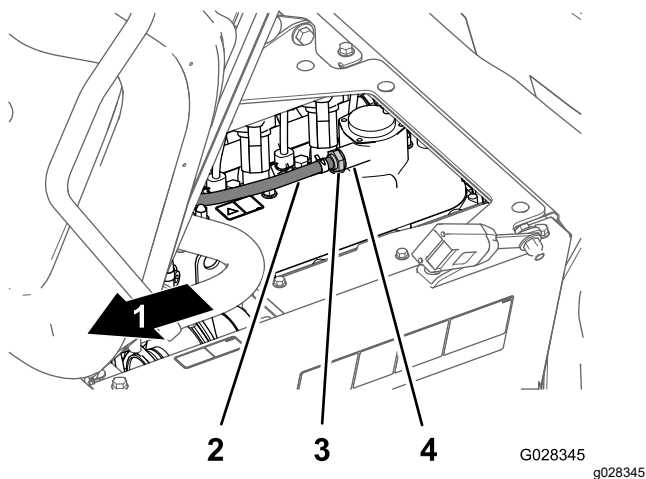

Figura 81
2. Retire a válvula PCV do encaixe da cobertura da válvula (Figura 81).
**Nota:** Se o limitador interno da válvula fizer barulho, a válvula PCV está operacional; se o limitador interno não fizer barulho quando agitado, substitua a válvula PCV (Figura 81).
4. Insira a válvula PCV até esta estar completamente assente no vedante para o encaixe da cobertura da válvula (Figura 81).